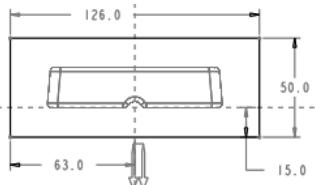

图 3.3 截面草图
(1) 选择命令。单击 **模具** 功能选项卡 **形状** ▾ 区域中的 拉伸 按钮。
(2) 创建实体拉伸特征。
① 定义草绘截面放置属性。在绘图区中右击，从系统弹出的快捷菜单中选择 **定义内部草绘...** 命令。系统弹出“草绘”对话框，然后选择 MOLD_RIGHT 基准平面为草绘平面，选取 MOLD_FRONT 基准平面为草绘平面的参考平面，方向为 **右**，单击 **草绘** 按钮，进入草绘环境。
② 进入截面草绘环境后，选取 MAIN_PARTING_PLN 基准平面和 MOLD_FRONT 基准平面为草绘参考，绘制图 3.3 所示的特征截面。完成特征截面的绘制后，单击工具栏中的“确定”按钮 。
③ 选取深度类型并输入深度值。在操控板中选取深度类型 (即“对称”)，再在深度文本框中输入深度值 150.0，并按回车键。
④ 在“拉伸”操控板中单击 按钮，完成特征的创建。